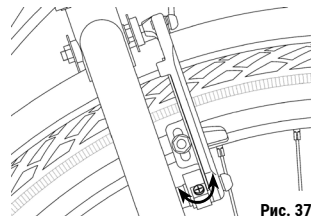

Рис. 37
5. Используя регулировочные винты на тормозных рычагах, добейтесь равномерного развода тормозных рычагов (рис. 37).